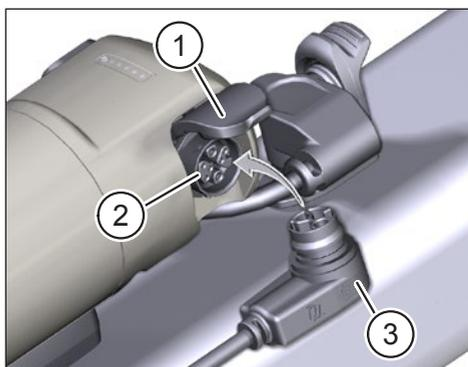

Fig. 3: Range Extender ricarica
- ▶ Apra il coperchio (Pos. 1 in Fig. 3) sulla porta di ricarica di Range Extender.
- ▶ Verifichi che i contatti della porta di ricarica (Pos. 2 in Fig. 3) siano privi di sporco e li pulisca se necessario.
- ▶ Inserisca la spina di ricarica (Pos. 3 in Fig. 3) di Charger nella porta di ricarica di Range Extender.